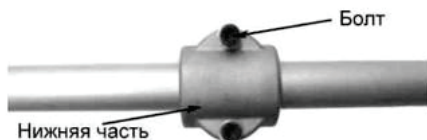

Рисунок 3
- плотно затянуть болты (рисунок 3).